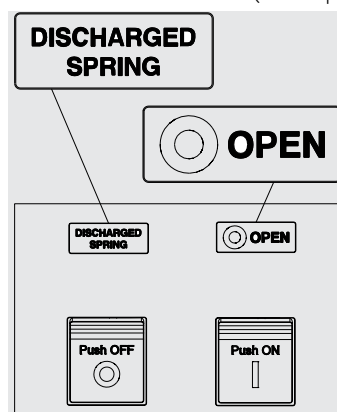

Figura 49
1. Interruptor abierto con resortes descargados (véase Figura 49).